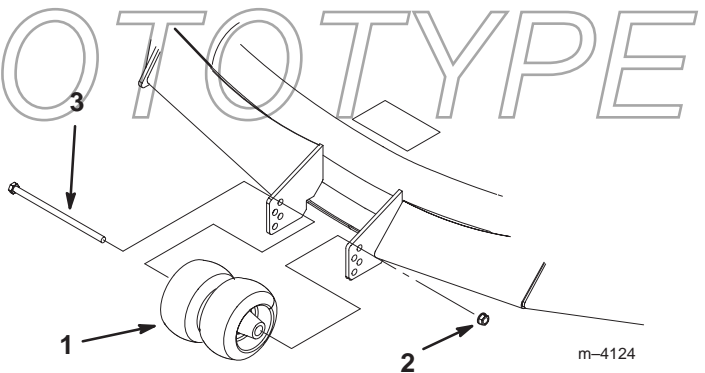

Figure 19
3. Lorsque la hauteur de coupe est réglée, enlevez le boulon et l'écrou (Fig. 19).
4. Choisissez le trou qui convient pour que les galets centraux se trouvent le plus près possible de la hauteur de coupe correspondante voulue (Fig. 19).
5. Installez le boulon, les galets centraux et l'écrou (Fig. 19).